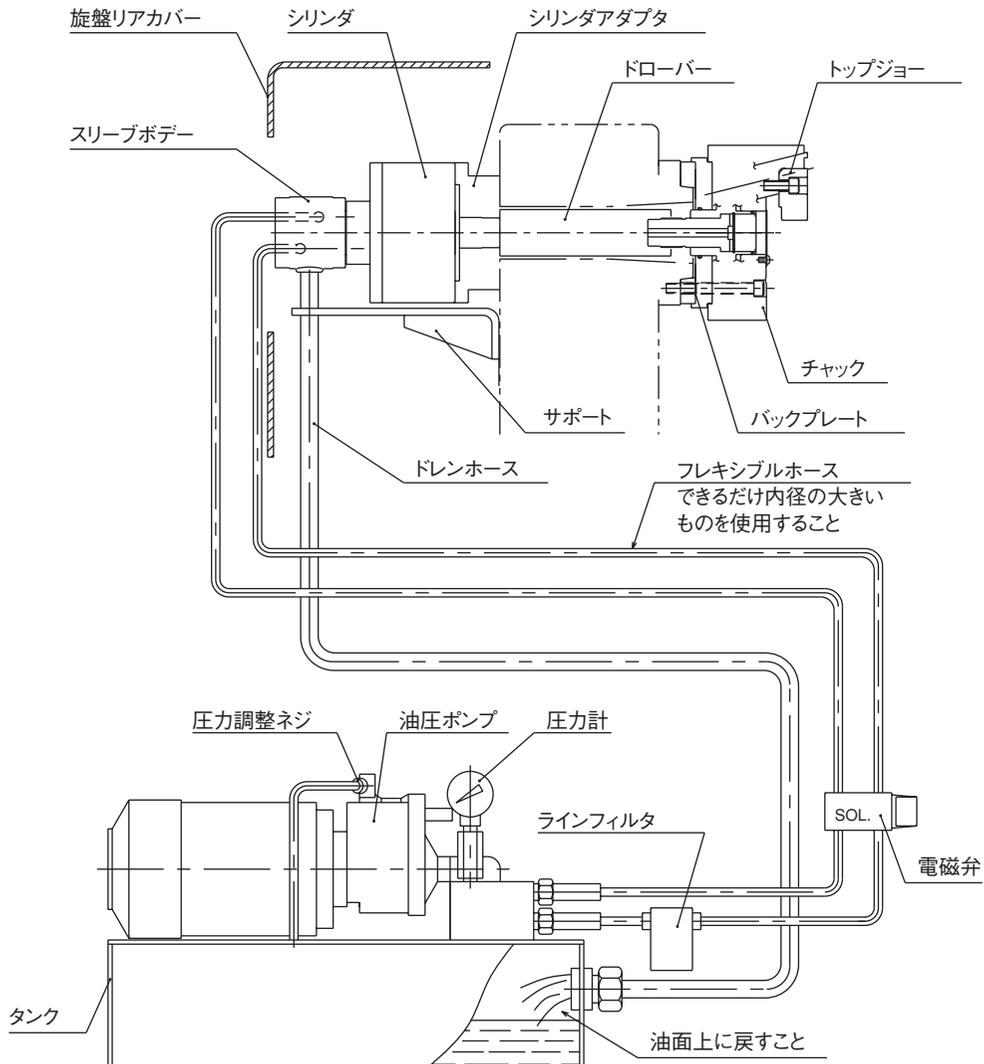

図 9
- ・ドレンは必ず油圧ユニットの油面上に戻すこと。（図9参照）